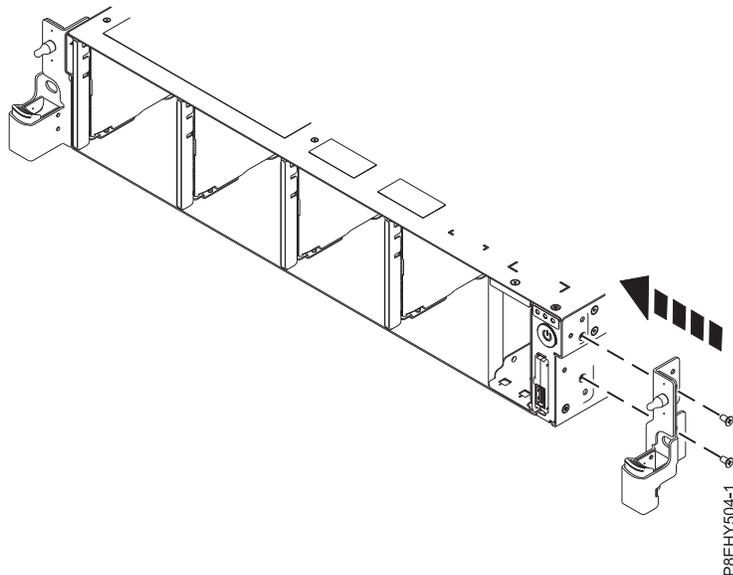

図 28. ラック取り付け支持具の再取り付け
- システムの側面にラック取り付け支持具を再取り付けします。 33 ページの図 28を参照してください。